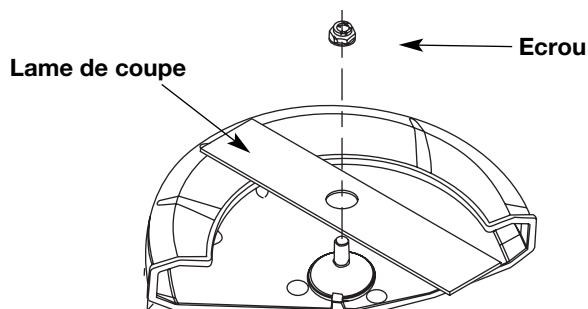

Fig. 16
- Installer la nouvelle lame et l'écrou (Fig. 16).